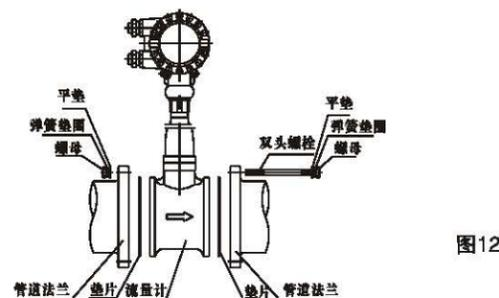
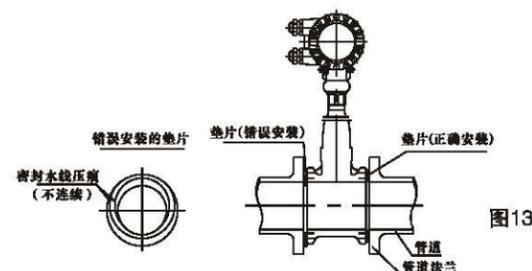

图12
图13
①流量计避免安装在温度变化很大的场所和受到设备的热辐射，若必须安装时，须有隔热通风的措施。
②流量计避免安装在含有腐蚀性气体的环境中，若必须安装时，须有通风措施。
③流量计最好安装在室内，必须安装在室外时，应有防潮和防晒的措施。（注意：水是否会顺着电缆线流入放大器盒内）
④安装流量计的周围须有充裕的空间，应有照明灯和电源插座，以便安装接线和定期维护。
⑤流量计的接线位置要远离电噪声，如大功率变压器、电动设备等。
⑥流量计安装点附近不能有无线电收发机存在，否则高频噪声会干扰流量计的正常使用。
6、涡街流量计安装时，①夹持式：先把专用法兰与前后直管段焊接，再把涡街流量计放在中心，中间放密封垫，用双头螺栓加紧连成一体（图12）。②法兰式：用户另配一对法兰，将法兰焊在前后管道上，再把涡街流量计放在中心，中间放密封垫，用螺栓分别将前后两对法兰分别连成一体。为保证流量计的准确度，在安装时应避免将密封垫片突出在管道内（图13）